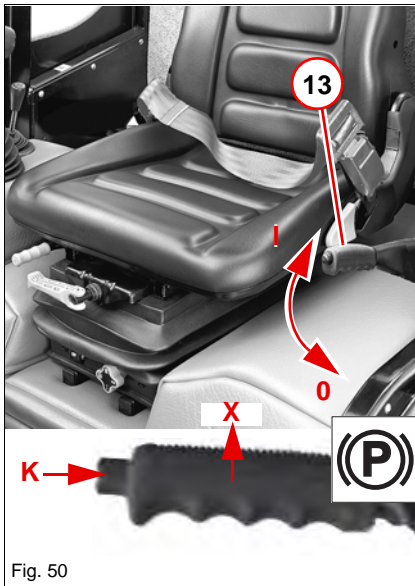

Fig. 50
1. Desserrer le levier du frein de stationnement **13** (*Fig. 50*).
- ➔ Le témoin (P) s'éteint.